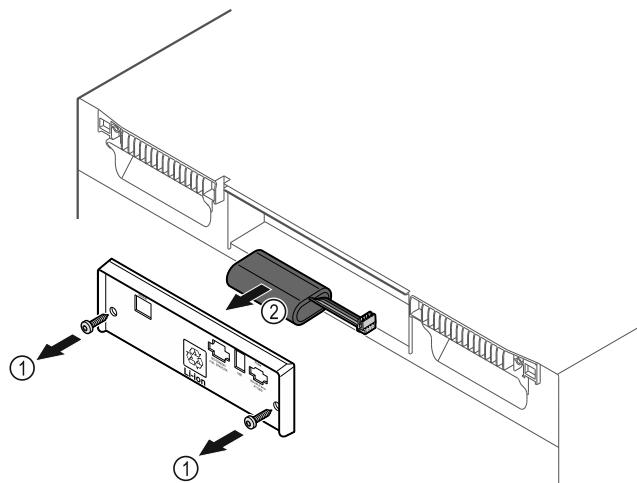

Fig. 186
- ▶ 旋出螺栓并移除冰箱背面的盖板 Fig. 186 (1)。
▶ 断开并取出电池 Fig. 186 (2)。